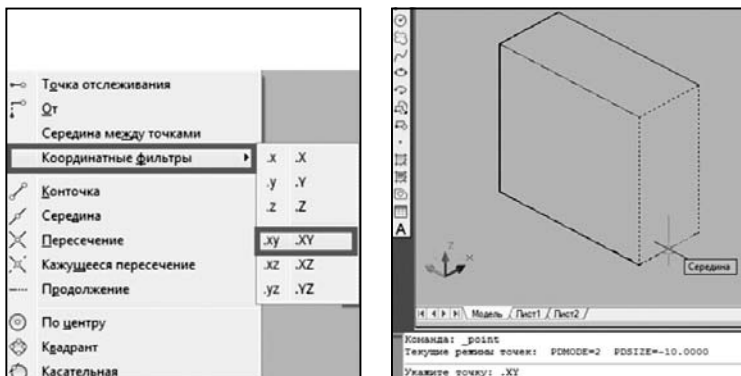

Рис. 2.4. Задание координатного фильтра по оси X
3. Вызвать команду «Точка» — «Рисование» → «Точка» → «Одиночная». Выбрать фильтр .XУ любым способом, например, щелкнуть правой кнопкой мыши при нажатой клавише «Shift» (рис. 2.4), и сразу указать точку вдоль оси X, используя объектную привязку, например, середину ребра.